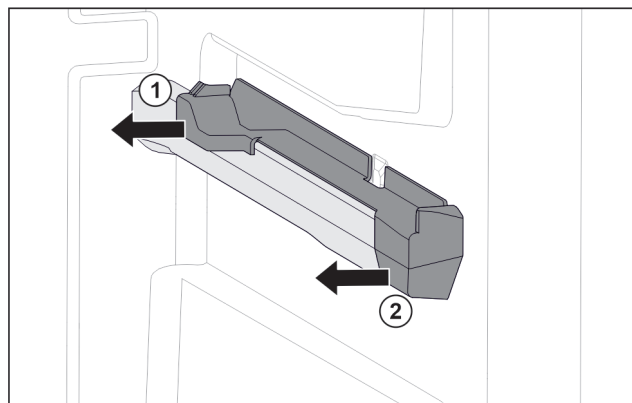

Fig. 56 Nasazovací díl na pravém žebrování na nádoby
- ▶ Stáhněte nasazovací díl vzadu na stranu. Fig. 56 (1)
- ▶ Stáhněte nasazovací díl vpředu na stranu. Fig. 56 (2)